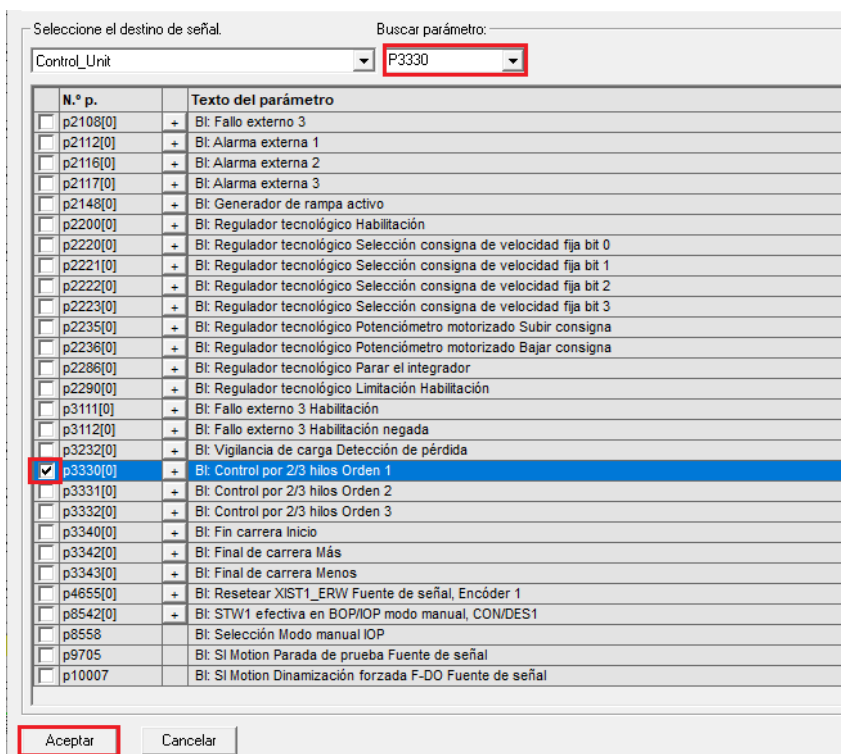

Figura 38: Ventana de parámetros.
- Luego se desplegará la siguiente ventana, en la cual se debe buscar el parámetro **“P3330”**, este parámetro será para poner en marcha al motor en un sentido horario (ver Figura 38).